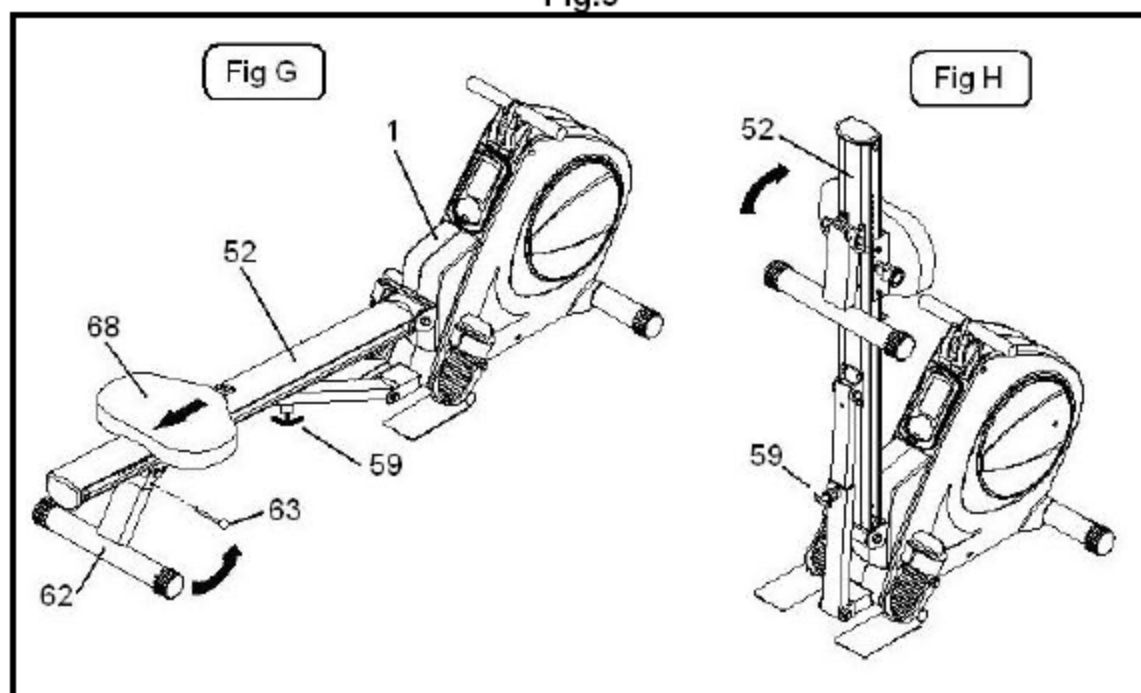
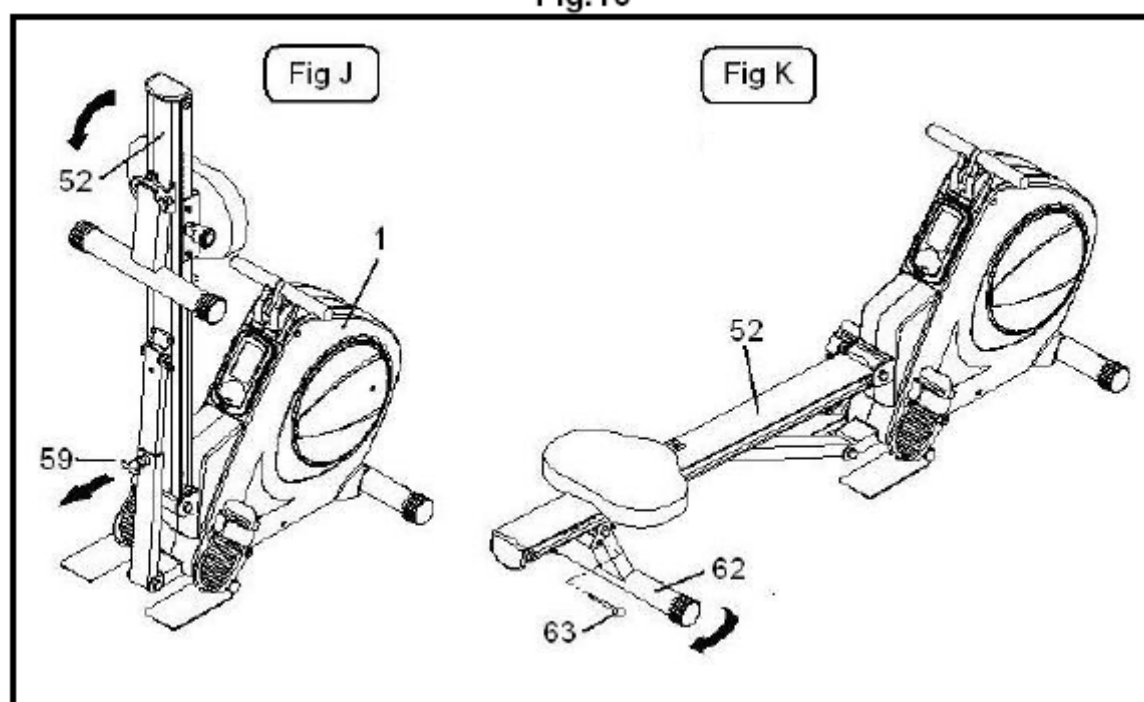

Fig.10
Fig.11
B. Wyciągnij pokrętło (59) fig.G i unieś prowadnicę, aż usłyszysz „klik” i zablokowana zostanie prowadnica w pionie fig.H.
11. Rozkładanie fig.10:
A. Pociągnij za pokrętkę (59) fig.J i opuść prowadnicę na ziemię, aż usłyszysz „klik” oznaczające, że urządzenia zostało poprawnie rozłożone.
B. Wyjmij blokadę (63) i rozstaw podstawę tylną (62). Następnie włóż na miejsce blokadę (63).
12. Transport i przechowywanie: Urządzenie zostało wyposażone w kółka (77). Kółka znajdują się z przodu urządzenia. Aby przestawić urządzenie unieś urządzenie za prowadnicę tak jak zostało to pokazane na fig.11.